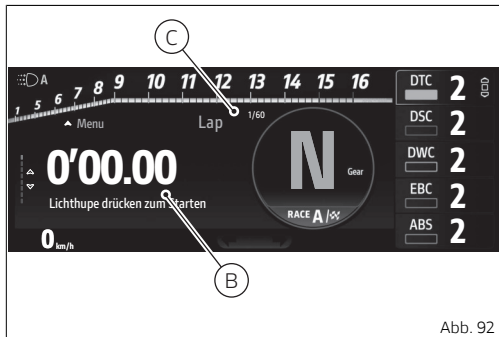
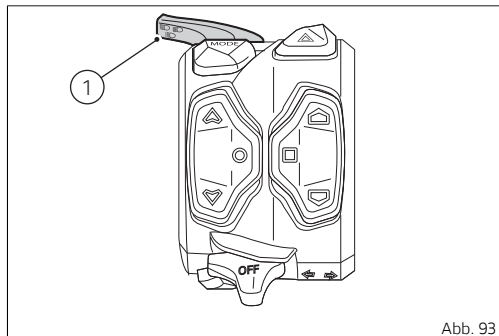

Abb. 92
Abb. 93
Ist am Motorrad kein GPS-System vorhanden, ist es nach Aktivierung der Funktion möglich, durch Drücken der Taste FLASH (1, Abb. 93 S.121) den Chronometer zu starten und stoppen:
- auf das erste Drücken der Taste FLASH (1, Abb. 93 S.121) blinken der Chronometer (B, Abb. 92 S.121) (der eingeschaltet wird) sowie die Rundenzahl (C, Abb. 92 S.121) 1 Sekunde lang auf;
- das Motorrad auf der Position der Ziellinie ausrichten, dann die Taste FLASH (1, Abb. 93 S.121)drücken, daraufhin wird das Symbol weiß;
- das Motorrad auf der Zwischenzeitlinie 1 positionieren, dann die Taste FLASH (1, Abb. 93 S.121)drücken, daraufhin wird das Symbol weiß;
- das Motorrad auf der Zwischenzeitlinie 2 positionieren, dann die Taste FLASH (1, Abb. 93 S.121)drücken, daraufhin wird das Symbol weiß;
- das Motorrad auf der Zwischenzeitlinie 3 positionieren, dann die Taste FLASH (1, Abb. 93 S.121)drücken, daraufhin wird das Symbol weiß.
Phase können die Koordinaten der Ziellinie und der Erfassungspunkte der Zwischenzeiten gespeichert werden. Das DDL-System beendet die Erfassungsphase sobald die Ziellinie erneut durchquert wird. Zum Wiederholen der Erfassungsphase die Taste FLASH (1, Abb. 93 S.121), drücken und wieder von der Ziellinie aus beginnen.